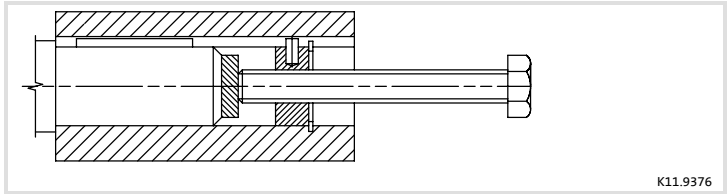

Abb. 8 Abziehvorrichtung für federbelastete Verstelleisbeiben Typ 11.213.10 ohne Flansch
Bei den Baugrößen 10 - 31 werden die mech. einstellbaren Scheiben mit einer Abziehvorrchtung (Abb. 8) abgezogen.
Vorher die Spannschraube (1) herausdrehen und die Scheibe (4) entnehmen (Abb. 8).